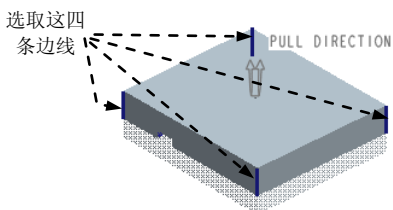

图 31.50 定义倒圆角对象（一）
Step3. 定义模具型腔。在模型树中右击 **PHONE_COVER_MOLD.ASM**，在弹出的快捷菜单中选择  命令；在模型树中选择上模零件 **UPPER_VOL.PRT** 并右击，在弹出的快捷菜单中选择  命令。单击 **模型** 功能选项卡 **工程** 区域中的按钮 ，此时系统弹出“倒圆角”操控板，选择图 31.50 所示的四条边线为倒圆角对象（一），圆角半径值为 5；在模型树中选择下模零件 **LOWER_VOL.PRT** 并右击，在弹出的快捷菜单中选择  命令。单击 **模型** 功能选项卡 **工程** 区域中的按钮 ，此时系统弹出“倒圆角”操控板，选择图 31.51 所示的四条边线为倒圆角对象（二），圆角半径值为 5；选择下拉菜单 **文件** →  **关闭(C)** 命令。